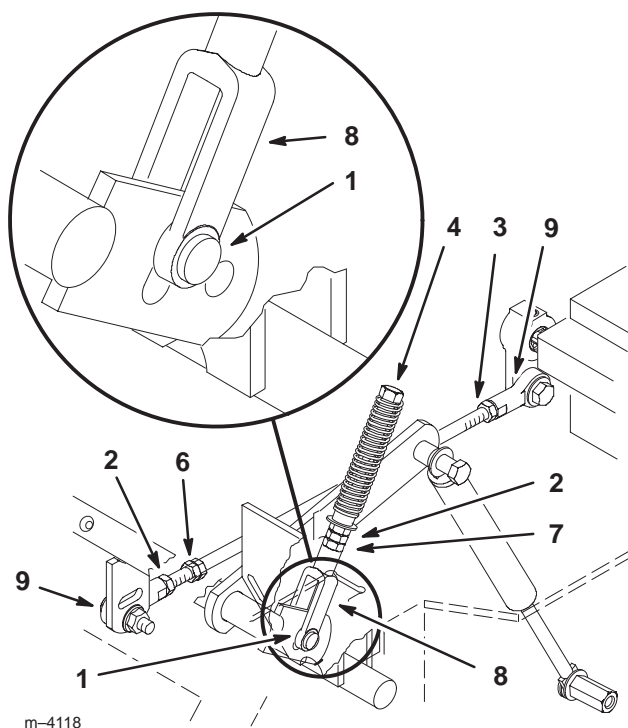

Figure 55
6. Tirez-le ensuite en arrière jusqu'à ce que l'axe de chape (situé sur le bras au-dessous de l'axe de pivot) touche l'extrémité de la fente (c.-à-d. commence juste à appuyer sur le ressort) (Fig. 55).
8. Si un réglage s'impose, desserrez l'écrou et l'écrou de blocage (Fig. 55).
10. Serrez l'écrou et l'écrou de blocage (Fig. 55).
1. Desserrez les contre-écrous sur les rotules de la tige de commande de la pompe (Fig. 55).
3. Réglez la longueur de la tige de pompe en tournant les doubles écrous dans le sens voulu, jusqu'à ce que la roue soit immobilisée ou tourne légèrement en marche arrière (Fig. 55).
6. Serrez les écrous contre les rotules (Fig. 55).